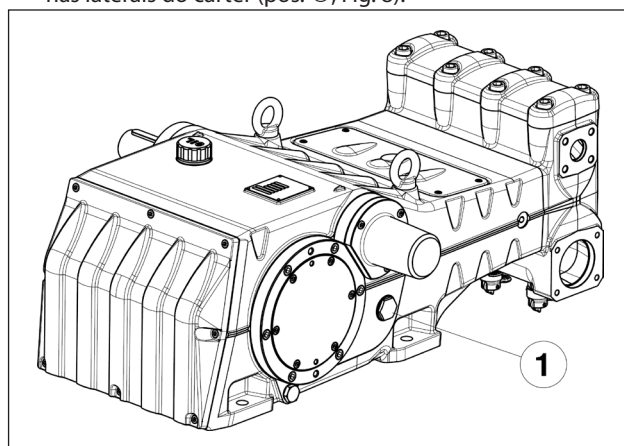

Fig. 8
5. O óleo no carter da bomba esteja no nível previsto, verificando-o com a vareta de nível adequada, colocados nas laterais do carter (pos. ①, Fig. 8).